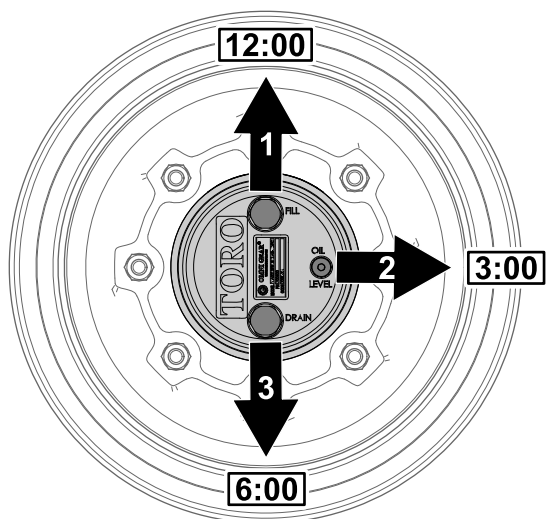

Рисунок 126
1. Припаркуйте машину на ровной поверхности, расположите колесо так, чтобы пробка заливного отверстия находилась в положении «12 часов», пробка контрольного отверстия – в положении «3 часа», а пробка сливного отверстия – в положении «6 часов» (Рисунок 126).
2. Снимите пробку контрольного отверстия, расположенную в положении «3 часа» (Рисунок 126).
1. Припаркуйте машину на ровной поверхности, расположите колесо так, чтобы пробка заливного отверстия находилась в положении «12 часов», пробка контрольного отверстия – в положении «3 часа», а пробка сливного отверстия – в положении «6 часов»; см. Рисунок 126 в разделе Проверка масла в планетарном редукторе (страница 80).